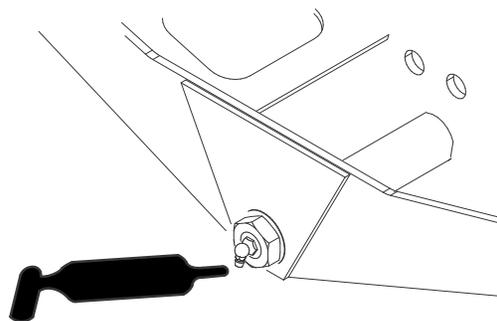

Figura 57
- Perno dello sterzo dell'assale (1) (Figura 57)